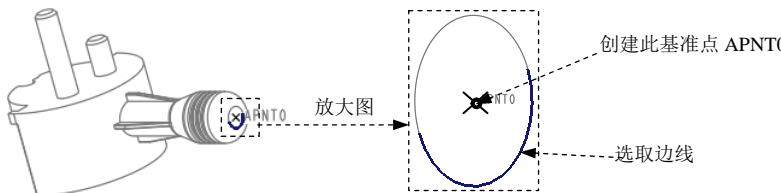

图10.28 创建基准点APNT0
Step1. 创建图10.28所示的基准点APNT0。
- ① 在**模具**功能选项卡**基准**区域单击创建“基准点”按钮。
- ② 在图10.28中选取坯料的边线。
- ③ 在“基准点”对话框的下拉列表中选取**居中**选项。
- ④ 在“基准点”对话框中单击**确定**按钮。